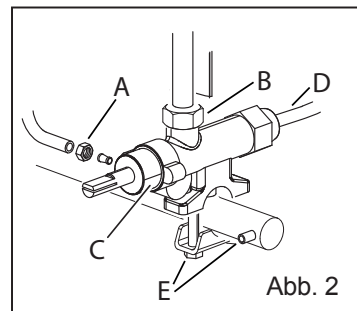

Abb. 2
- Den dem Gerät vorgeschalteten Absperrhahn öffnen (Abb. 2);
- Die Schraube mit der Gasdichtung wieder in ihrem Sitz montieren, den dem Gerät vorgeschalteten Absperrhahn öffnen (Abb. 2) und durch Einschalten des Brenners sicherstellen, dass nirgends Gas austritt.
- Falls erforderlich, die Zündkerzen abmontieren, um sie während des Austauschs der Düse nicht zu beschädigen (Abb. 2).
Bei den gelieferten Modellen erreicht man den verminderten thermischen Durchfluss damit, dass man die „kalibrierte“ Bypassdrosselschraube (Abb. 2) ganz hineinschraubt (siehe Gas-Referenztablelle).
- Die Bypassdrosselschraube einstellen (Abb. 2/A)
- Düsen abschrauben (Abb. 2/B) und in der gewünschten Einbauposition wieder einschrauben
- Das Schild mit der Leistungsangabe entfernen (Abb. 2/C) und am entsprechenden Brenner anbringen
- Abstandshalter abschrauben (Abb. 2/D) und am gewünschten Flansch wieder einschrauben
- Anschlüsse der Gaszufuhr (z.B. Abb. 2/E) und des Gasausgangs (Abb. 2/A und B) abschrauben
- Thermosteuelement abschrauben (Abb. 2/D)
- Thermosteuelement vom Absperrhahn abschrauben (Abb. 2/D)